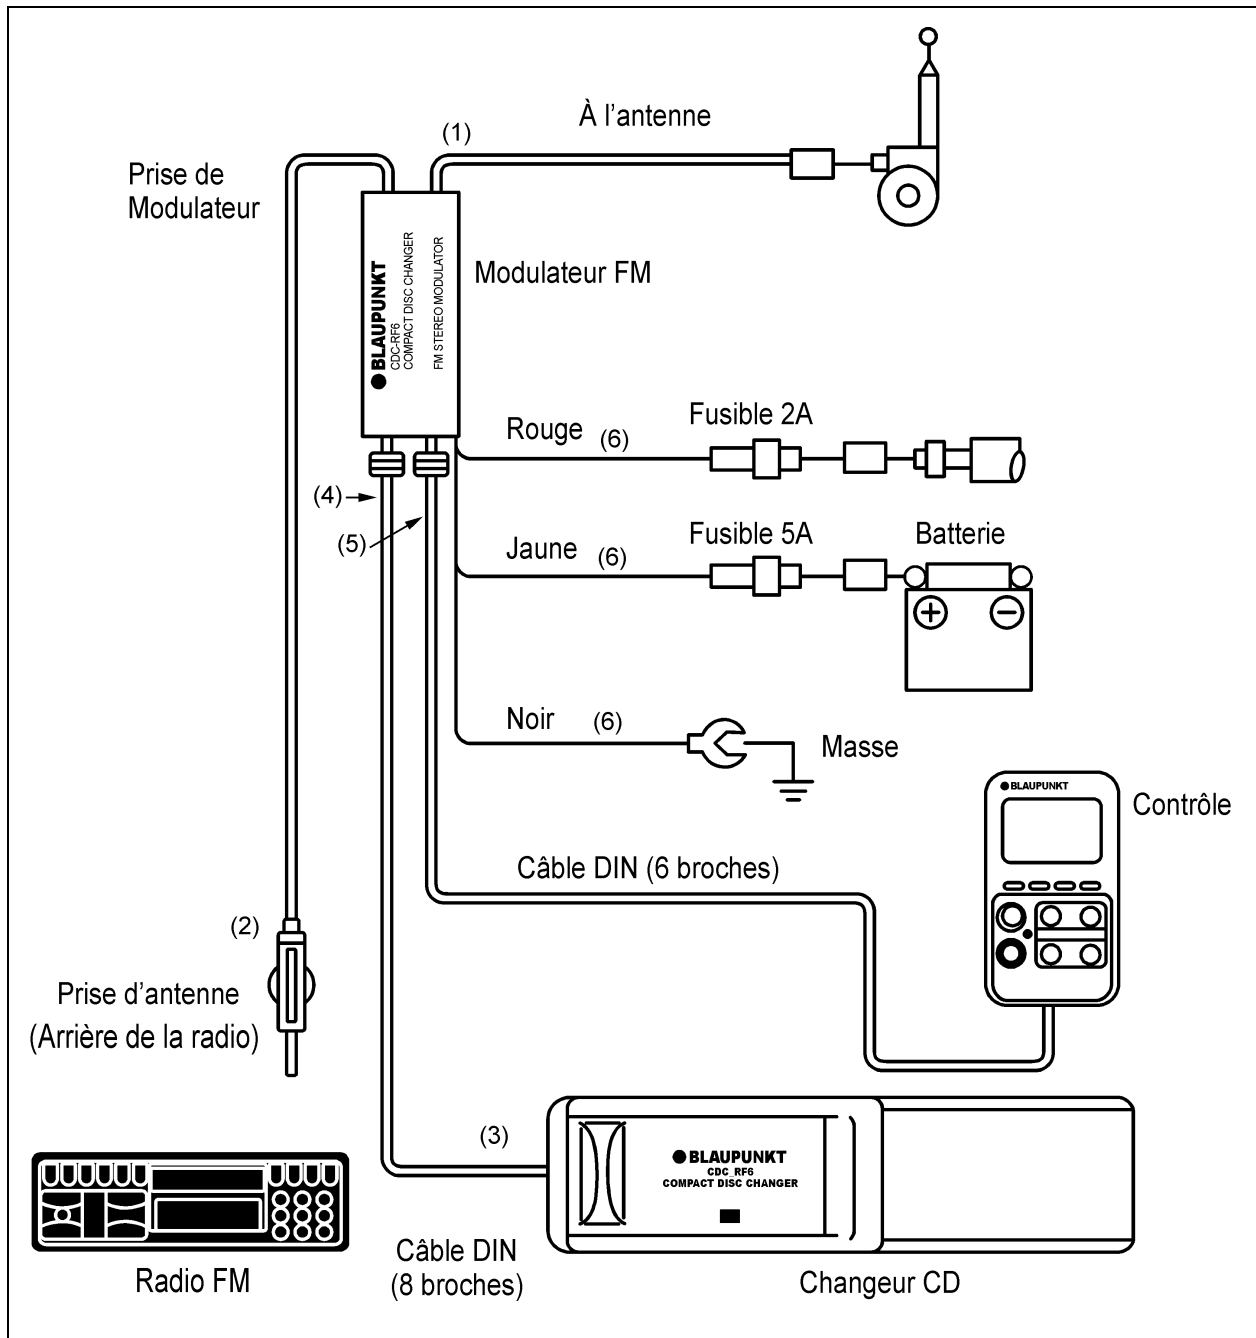
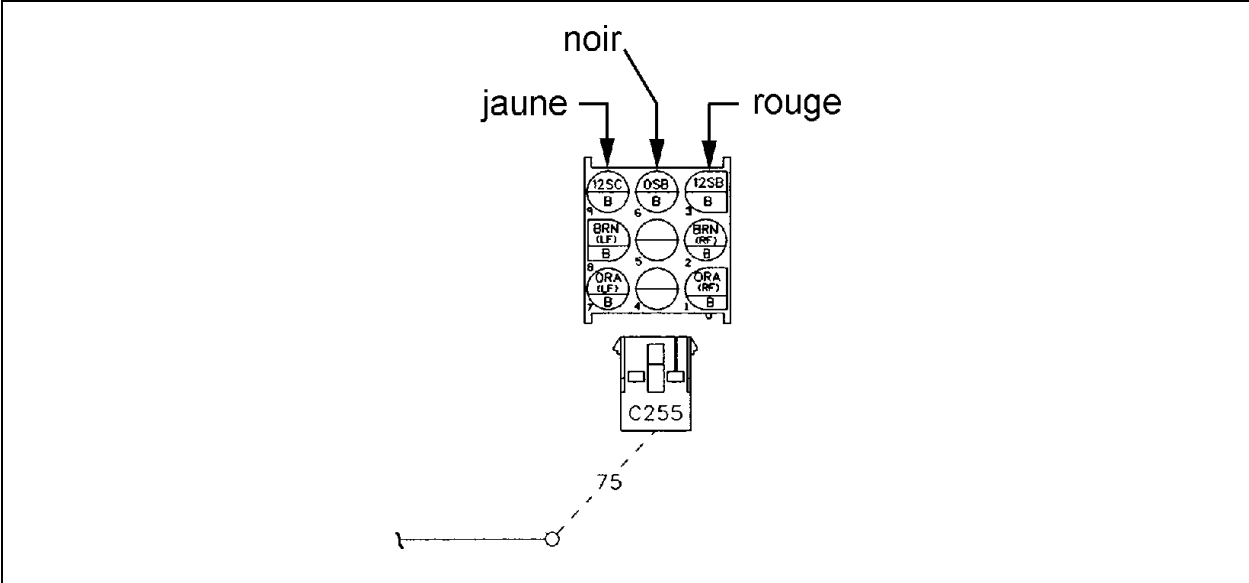
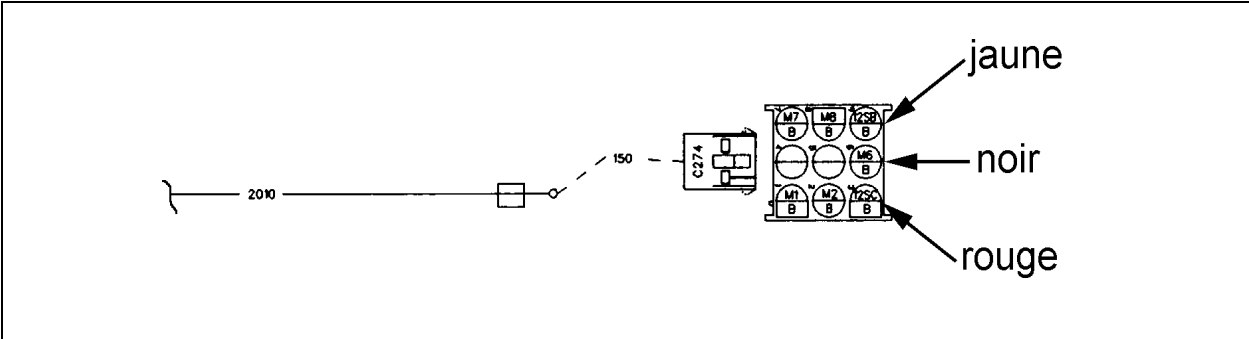

Figure 1 : Représentation schématique des raccordements du changeur de CD.
Figure 2 : Branchement du connecteur C255 des véhicules de série XL.
Figure 3 : Branchement du connecteur C274 des véhicules de série H3.
6. Brancher le modulateur FM à la radio (figure 1, élément 2).
7. Brancher le nouveau câble DIN (8 broches) dans le nouveau changeur CD (figure 1, élément 3). Faire courir le fil jusqu'au modulateur FM et le brancher (figure 1, élément 4).
8. Brancher le câble 6 broches du contrôle dans le modulateur FM (figure 1, élément 5). Fixer le contrôle à l'aide de velcro et ce, à l'endroit de votre choix.
9. Souder les fils de couleur du modulateur (figure 1, élément 6) à ceux du connecteur C255 dans le cas des véhicules de série XL (figure 2) ou du connecteur C274 dans le cas des véhicules de série H3 (figure 3.).